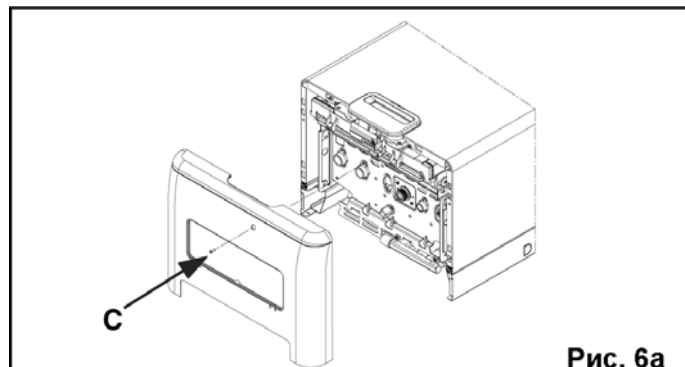

Рис. 6a
- отвинтите винт крепления нижней крышки (C, рис. 6a)